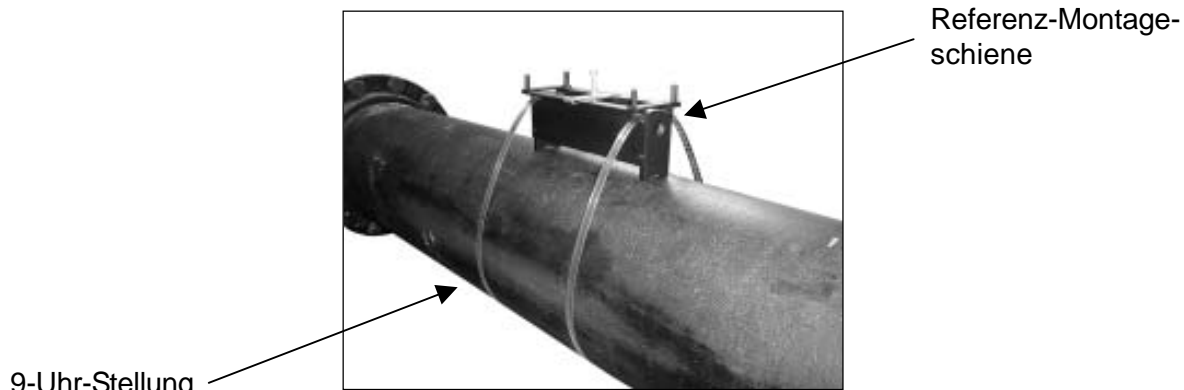

Abbildung 1
- Wählen Sie die Einbaulage der Transducer (3 Uhr und 9 Uhr) und bereiten Sie die Rohroberfläche vor (Abbildung 1). Entfetten Sie die Rohroberfläche und entfernen Sie Schmutz, Fett und Rost (siehe Abschnitte 3.3.2 und 3.3.4).